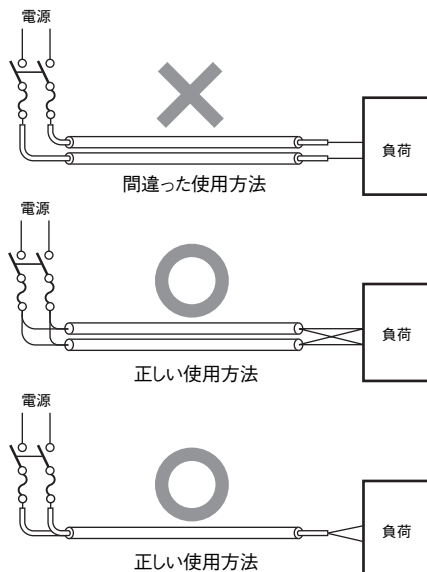

図10. 電線の並列使用(単相)
- ③電線管を用いて配線する時は、電線管が発熱するため1回路の電線を別々の電線管に入れてはならない。(図10. 参照)